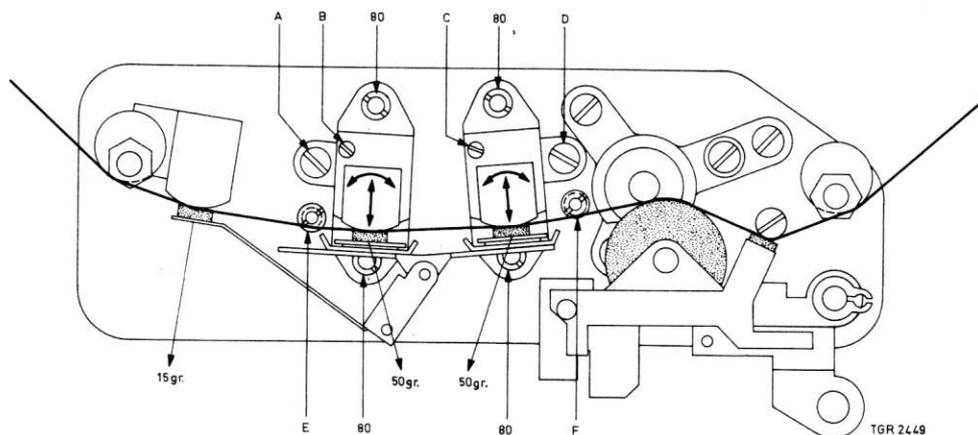

Fig. 18
Réglage du guide-bande E, voir fig. 18
Réglage vertical des têtes enregistrement/reproduction, fig. 18
- Tourner à la main la tête K1-K101 pour que la bande ait la plus grande surface de friction possible contre la tête et qu'elle vienne encore tout juste se placer contre le guide-bande E (tourner dans la direction des flèches, fig. 18).
Feutre de pression pour tête d'effacement, voir fig. 18
La pression que le feutre doit exercer contre la tête d'effacement doit être de 15 gr. Mesurer selon fig. 18.
Feutres de pression pour têtes enregistrement/reproduction, fig. 18
La pression que les feutres doivent exercer sur les têtes enregistrement/reproduction, doit être de 50 gr. Mesurer selon fig. 18.